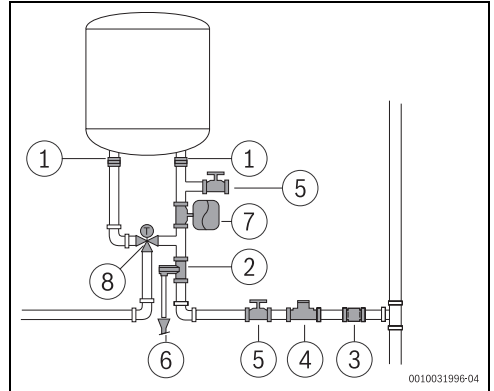

Fig. 15
- ▶ Recomendável instalar uma válvula termostática (Fig. 15, [8]) no tubo de saída do aparelho se forem utilizados tubos PEX. Deverá ser ajustado de acordo com o desempenho do material utilizado.
- ▶ Nunca instalar nenhum acessório (para além dos representados na Fig. 15) entre a válvula de segurança e a entrada de água fria (lado direito) do aparelho.
- ▶ instalar uma válvula redutora (Fig. 15, [4]). A válvula de segurança vai atuar sempre que a pressão da água no aparelho for superior a 8 bar (± 1 bar), pelo que é necessário prever uma forma de canalizar o escoamento dessa água.
- ▶ instalar um vaso de expansão (Fig. 15, [7]) para evitar que a abertura da válvula de segurança seja tão frequente. O volume do vaso de expansão deve ser o equivalente a 5% do volume do aparelho.